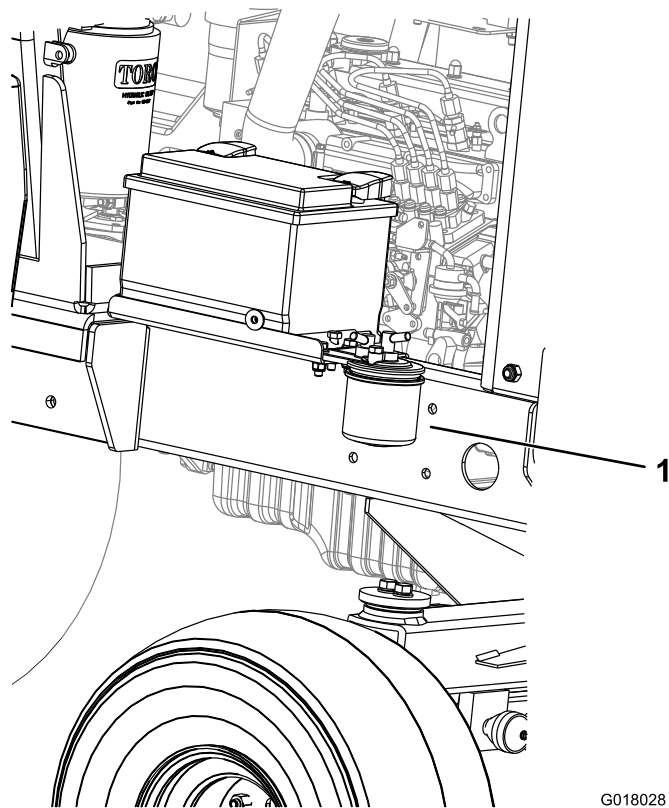

Bild 38
1. Stellen Sie einen sauberen Behälter unter die Kraftstofffilterglocke (Bild 38).